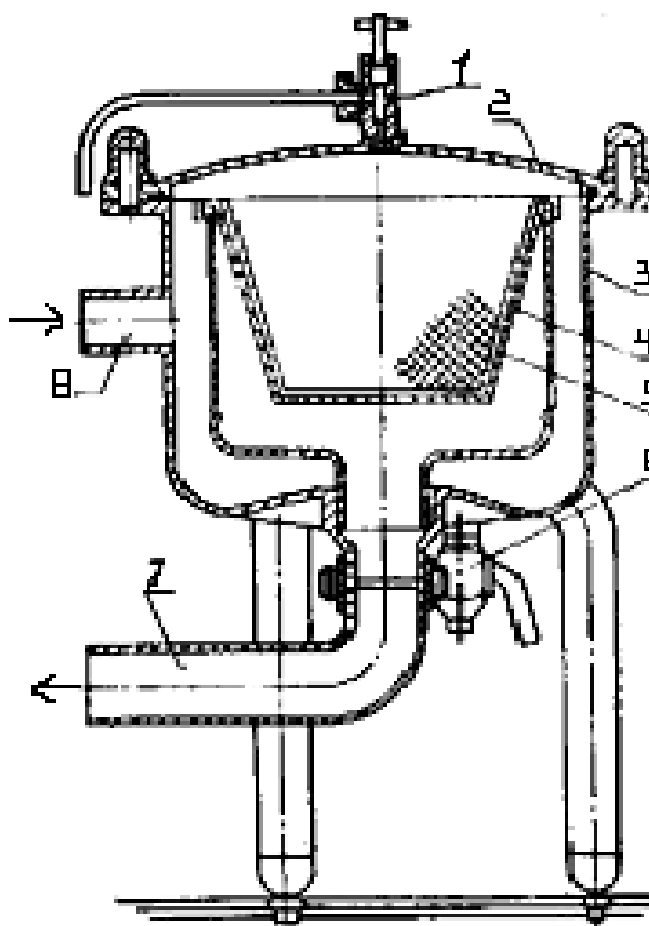

Рисунок 3 – Конический фильтр:
**Конический фильтр** состоит из корпуса 3 (рис. 3), который снабжен подводным 8 и отводящим 7 патрубками, а также крышкой 2 с вентилем 1 для выпуска воздуха. Внутри корпуса помещена молокоприемная чаша 4 с фильтрующим элементом 5, в качестве рабочего элемента которого используют лавсан. Для отсоединения фильтра во время его промывки и чистки на отводном патрубке установлен кран 6.